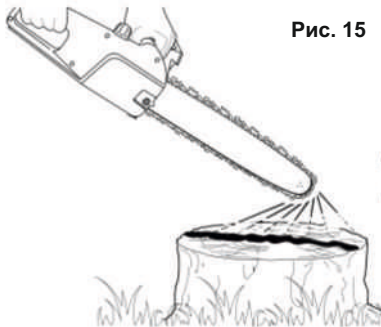

Рис. 15
2. Визуально оцените количество масла: снимите крышку резервуара для масла цепи (28) и проверьте уровень масла.
4. Полностью закрутите крышку резервуара для масла (28) по часовой стрелке.
6. Перед проверкой убедитесь, что шина (13) и цепь (14) находятся на месте.
7. Запустите двигатель, установите среднюю мощность и убедитесь, что масло для цепи распределяется так, как показано на рисунке (Рис. 15).